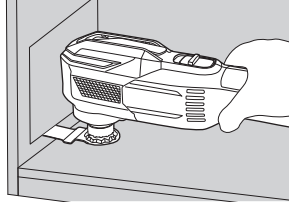

图15
- (1) 开启设备，用转盘设置应用工具的速度。（图15）
- (2) 将涂抹工具轻轻放在材料上，并以运动不慢的速度向前移动涂抹工具。（图15）